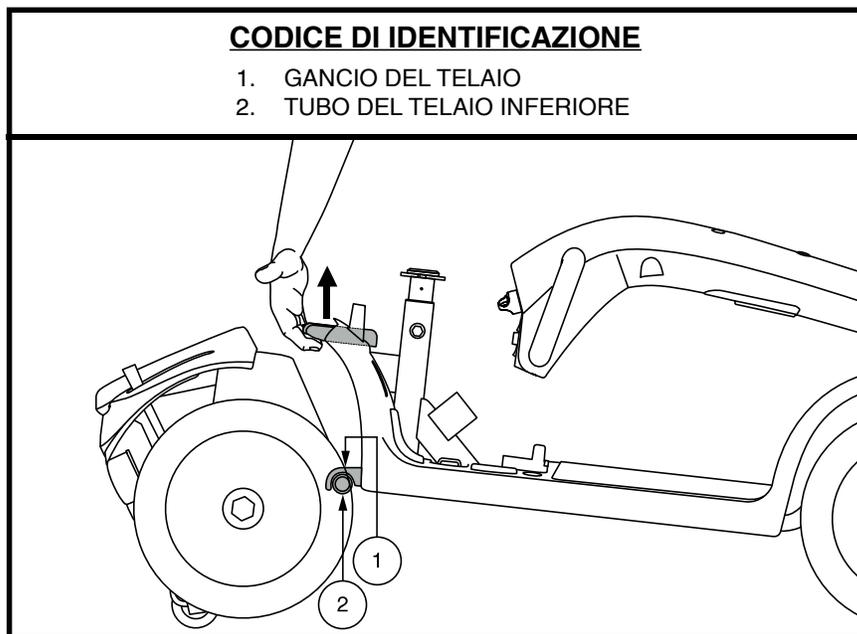

Figura 24. Leva di rilascio del telaio
3. Sollevare la leva di rilascio del telaio. **Vedere figura 24.**
1. Posizionare sezione posteriore e sezione anteriore dello scooter come da **figura 24**.